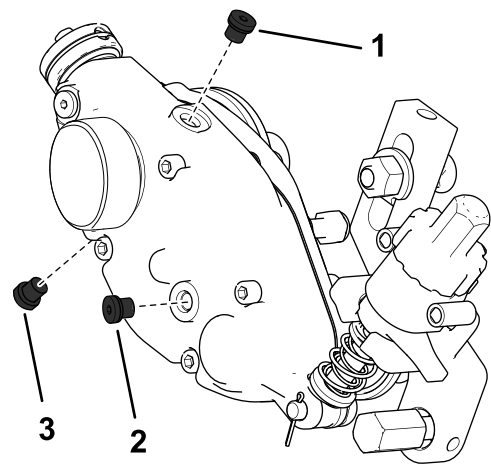

Figure 30
2. Retirez le bouchon de vidange au bas du carter (Figure 30).
3. Retirez le bouchon de remplissage sur le côté du carter et desserrez le bouchon d'aération au sommet pour permettre à l'air de circuler à l'intérieur (Figure 30).